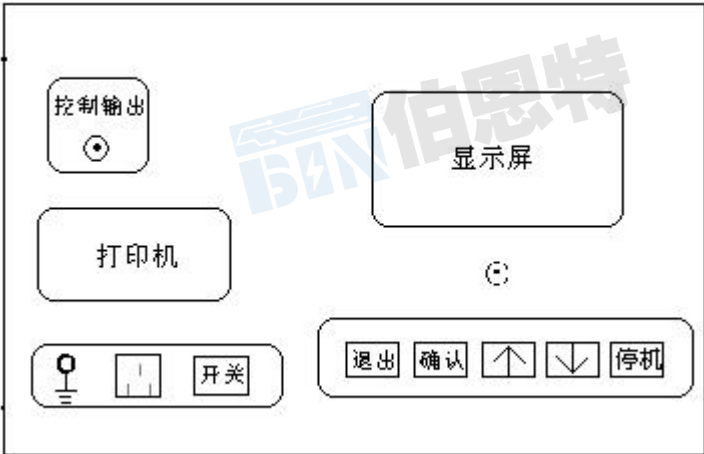

图 1
- 图 1 中各部件示意以及功能说明：
- (1) “地”：接地端子，使用时与大地相连。
- (2) “控制输出”：输出多芯插座，使用时与升压体的输入多芯插座相连。
- (3) “对比度”：对比度调节旋扭，用于调节液晶显示器的对比度。
- (4) “功能键”：其功能由显示器提示栏对应位置提示。
- (5) “AC220V”：电源输入插座，内藏保险管。
- (6) “开关”：电源开关。内藏指示灯，开时亮，关时熄。
- (7) “打印机”：打印测试报告。
- (8) “液晶显示器”：显示测试数据。